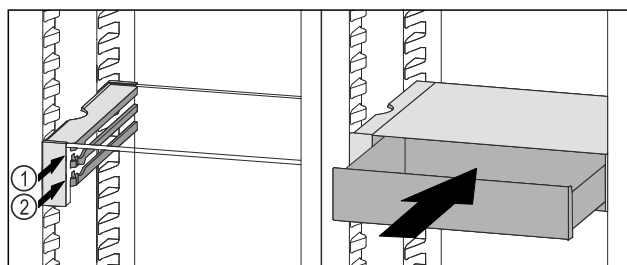

Fig. 136
- ▶ Plasser VarioSafe-skuffen bak stopperne på ønsket rille Fig. 136 (1) eller Fig. 136 (2).